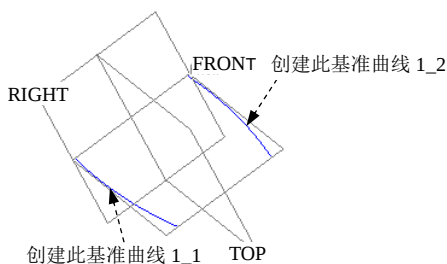

图 4.2.14 创建基准曲线
Step2. 创建图 4.2.14 所示的基准曲线 1_1 和基准曲线 1_2，相关提示如下：